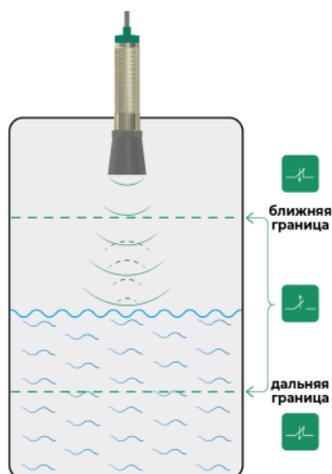

Рисунок 11 – Состояние дискретного выхода в режиме «НЗ»
2.8.3 В режиме работы «НЗ» дискретный выход замыкается, если уровень материала находится вне окна и размыкается, если уровень материала находится внутри окна (см. Рисунок 11). При отсутствии отраженного сигнала, дискретный выход замкнут.